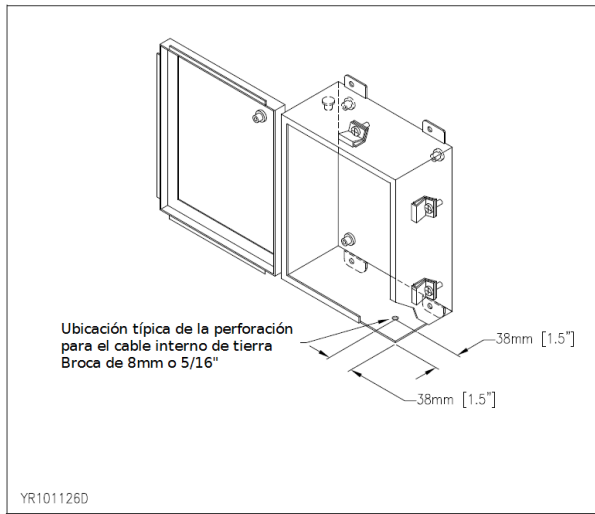

Figura 33: Ubicación típica para el cable de aterrizamiento.
2. Taladre un agujero para aterrizar en una esquina de la caja de protección de acuerdo con la Figura 33: "Ubicación típica para el cable de aterrizamiento"